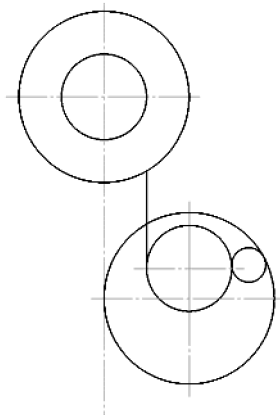

图 6-7 绘制 R4mm 的圆弧
3) 绘制 R4mm 的圆。单击圆按钮 , 在弹出的立即菜单中选择【两点_半径】选项,根据系统提示,单击空格键,在弹出的工具点菜单中选择【切点】选项,分别在 R10mm 和 R20mm 的圆上捕捉切点,输入半径“4”后按回车键,然后绘制出 R10mm 和 R20mm 的圆的中心线,如图 6-7 所示。